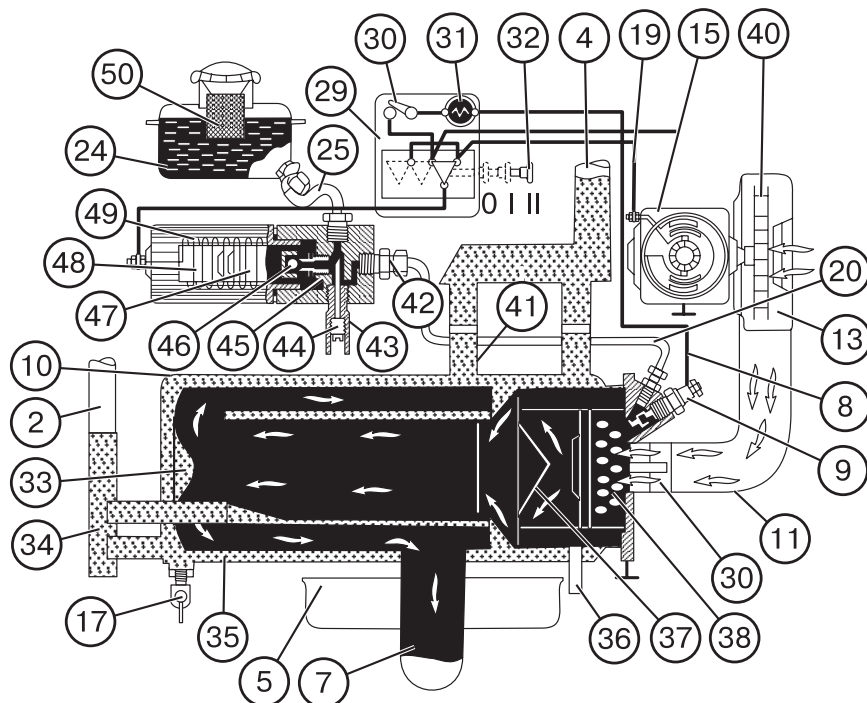

Рис. 14
- м) установите на передней стенке кабины с левой стороны пульт управления 29 и закрепите его двумя винтами М6х12 с гайками и шайбами. Чтобы не ухудшать внешний вид трактора, гайки с шайбами должны находиться внутри кабины. В отверстие Ø20, имеющееся в боковой стойке кабины, вставьте резиновую втулку и через нее пропустите пучок проводов 28 пульта управления подогревателем. Подсоедините электрические провода согласно схеме (рис. 14). Провода закрепите манжетами по месту (для подсоединения провода к клемме стартера пускового двигателя необходимо снять левую боковину юбочной части щитка приборов).
Рис. 14а
Рис.14б